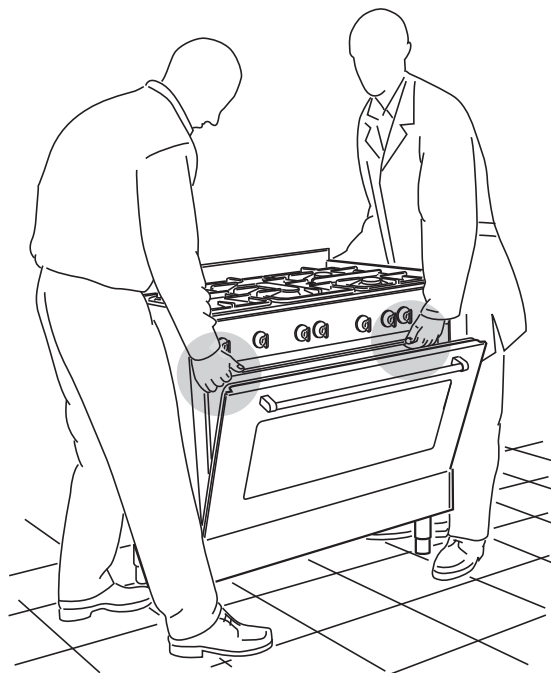

Afb. 1.6
Assembleer het achterscherm "C" (Afb. 1.6) alvorens het fornuis te installeren.
- Assembleer het achterscherm zoals aangegeven in Afbeelding 1.6 en bevestig het door de schroef "B" en de afstandsringen "A" vast te draaien.